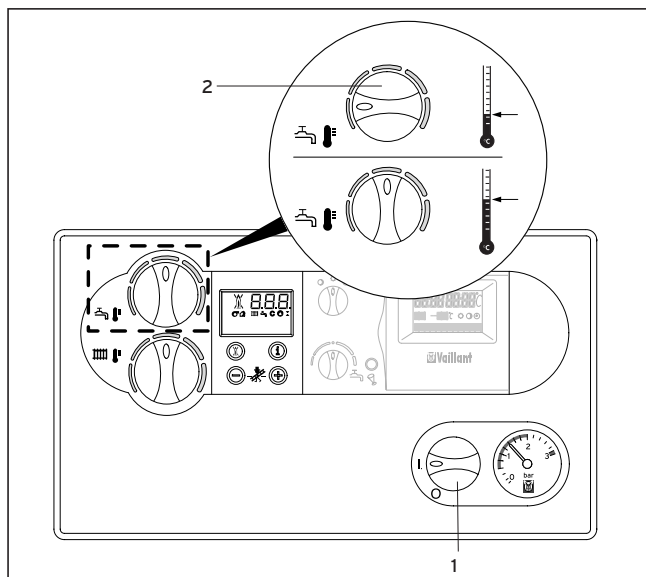

Fig. 3.8: Produção de água quente em aparelhos VM
3.3.4 Produção de água quente sanitária em aparelhos VM (fig. 3.8)